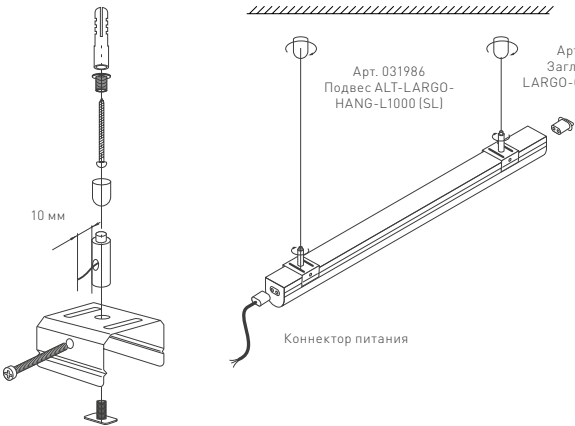

Рис. 2. Установка светильника подвесным способом
- 3.3. Для подвесного монтажа (рис. 2) выполните разметку под цанговые зажимы и закрепите их дюбель-гвоздями (поставляются отдельно). Выверните из скобы фиксирующий винт. Закрепите на скобе зажим для троса. Установите скобу на светильник и закрепите ее фиксирующим винтом.